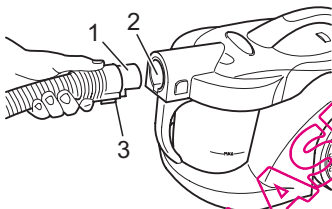

Abb. 2
1. Stecken Sie das Ende des Saugschlauchs (Abb. 2/1) in die Aufnahmeöffnung (Abb. 2/2) des Bodenstaubsaugers, bis die Verriegelung hörbar einrastet. Achten Sie darauf, dass die Entriegelungstaste (Abb. 2/3) wie abgebildet nach unten zeigt.